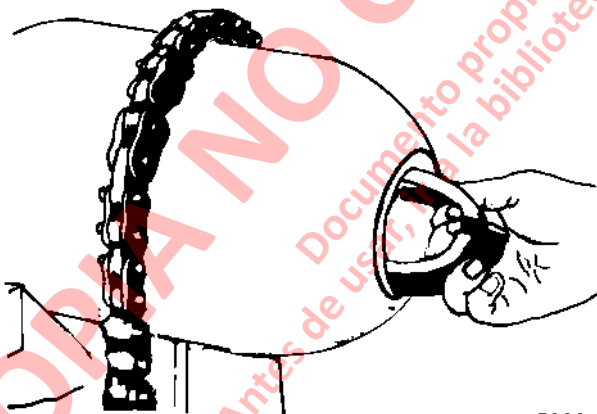

FIGURA 3-16. DESMONTAJE DEL ANILLO ANTI EXTRUSION
5. Inserte la mano en el casco del acumulador y saque el respaldo de O-Ring (5), el O-Ring (6), y la golilla metálica de respaldo (7).
6. Separe el anillo anti-extrusión (8) del puerto hidráulico.
7. Doble el anillo anti-extrusión y sáquelo de el casco como se muestra en la Figura 3-16.